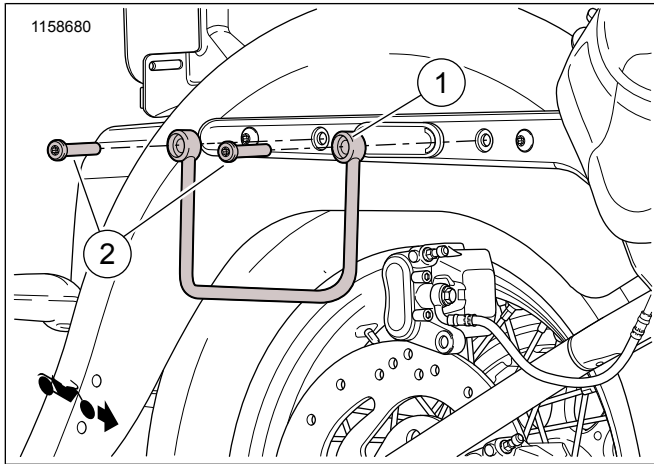

Abbildung 2. Ersatzteile: Satteltaschenstützschienen
Siehe Abbildung 2 und Tabelle 1
4. Abbildung 2 Stützschiene (1) der Hinterradschutzblechstütze mit der Schraube (2) aus dem Satz befestigen.
6. Abbildung 2 Stützschiene (1) der Vorderradschutzblechstütze mit der Schraube (2) aus dem Satz befestigen.